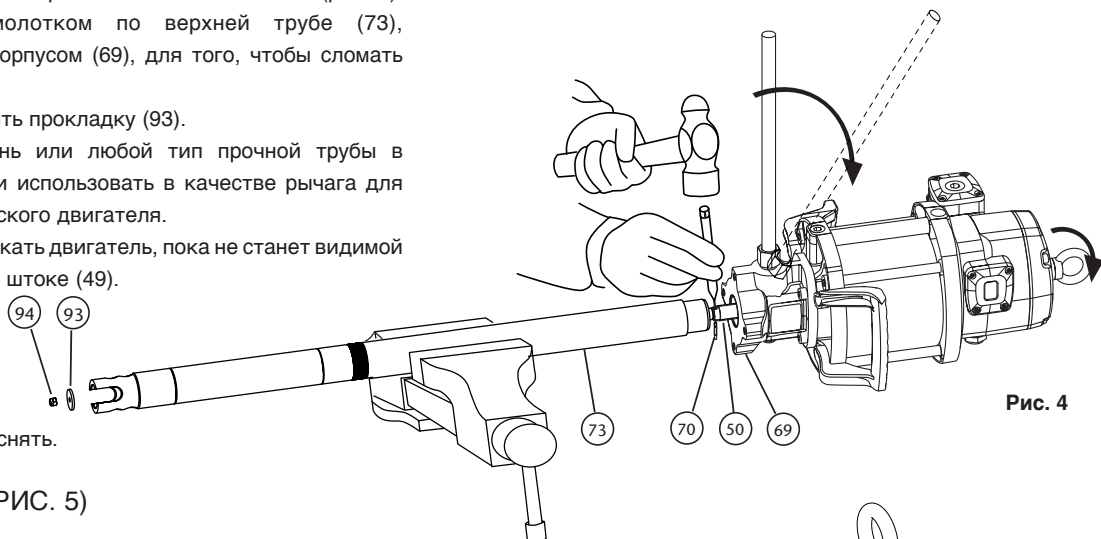

Рис. 4
ОТСОЕДИНЕНИЕ ПНЕВМАТИЧЕСКОГО ДВИГАТЕЛЯ ОТ НАСОСА (РИС. 4)
1. Закрепить насос в тисках в горизонтальном положении (рис. 4). Аккуратно постучать молотком по верхней трубе (73), расположенной рядом с корпусом (69), для того, чтобы сломать закрепитель резьбы.
2. Отвинтить гайку (94) и снять прокладку (93).
4. После отсоединения извлекать двигатель, пока не станет видимой эластичная шпилька (70) в штоке (49).